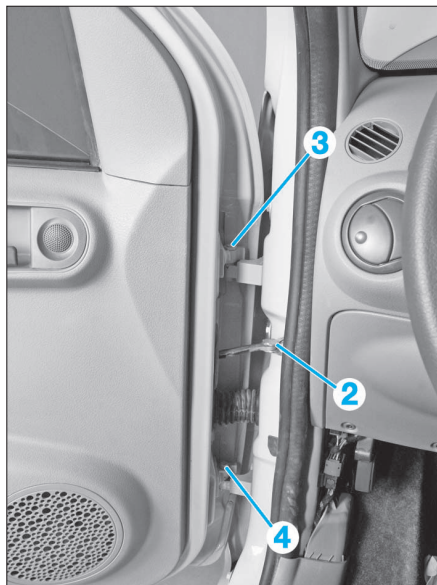

FIG. 71
- Déposer la vis du tirant de porte (2), la goupille supérieure (3) puis la vis inférieure de fixation (4) de la porte (Fig.71).